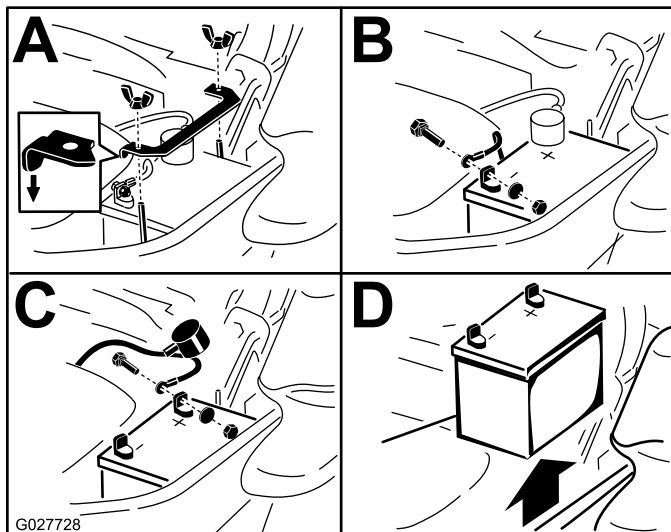

Figura 65
3. Retire la batería, según se muestra en Figura 65.
Nota: Coloque la batería en la bandeja, con los bornes frente al depósito de aceite hidráulico (**Figura 65**).